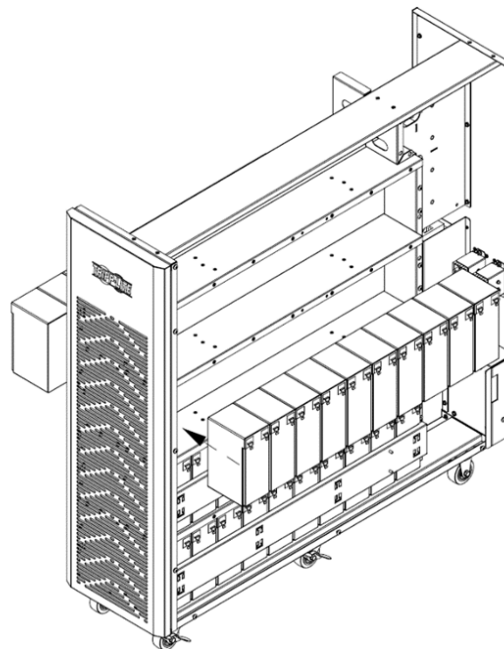

Figure 5-10B
12. Installer 10 autres modules de batteries dans la couche (L3-B, ensemble négatif du groupe 3). S'assurer de garder les côtés des bornes de toutes les batteries vers le haut (Figure 5-10B).